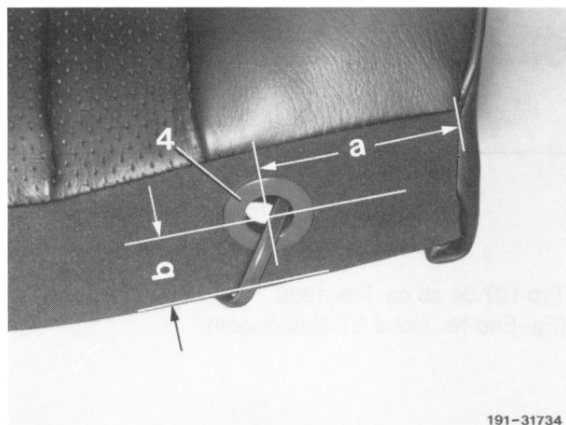

Bild 4
9 Loch mit Locheisen 14 mm in den Bezug der Rückenlehne stanzen. Anschließend Planöse (4) mit Scheibe am Bezug der Rückenlehne montieren (Bild 4).